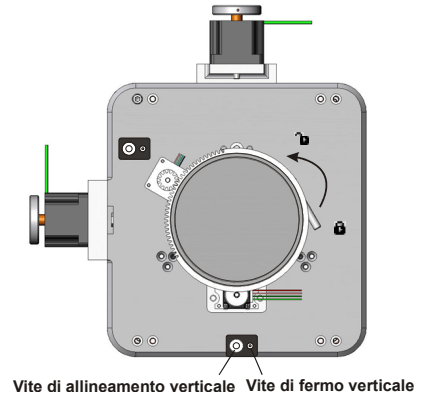

Figura 2-27 Allineamento verticale
1. Allentare la **vite di fermo verticale**. Vedere **Figura 2-27**.
8. Regolare la **vite di fermo verticale** in modo da bloccare la montatura dell'obiettivo in posizione e controllare di nuovo il puntamento (**Figura 2-27**).